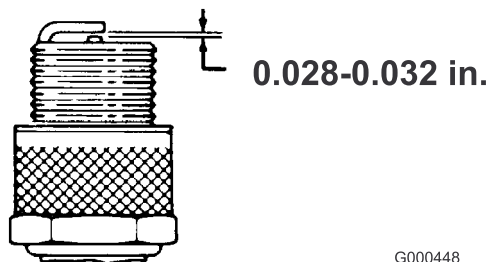

Figure 31
3. Réglez l'écartement des électrodes à 0,7–0,8 mm (Figure 31). La bougie installée doit avoir l'écartement correct et être fermement serrée à 23 Nm.